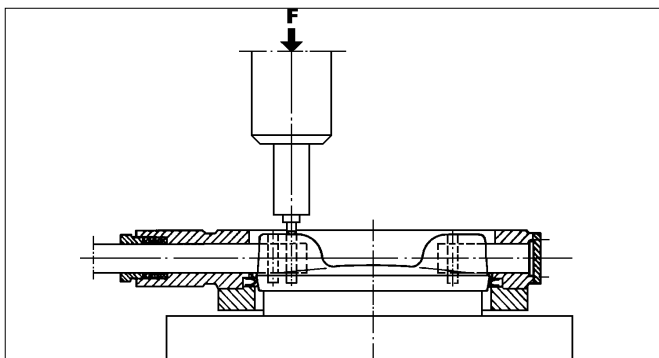

Fig. 16. Presión sobre los pasadores
- Sostenga bien el disco en posición horizontal durante el montaje de los pasadores. Inserte los nuevos pasadores en los agujeros y ejerza presión sobre los mismos hasta alcanzar la forma final (ver Fig. 16). Utilice una herramienta inferior al diámetro del pasador. Consulte en la Tabla 5 las fuerzas.